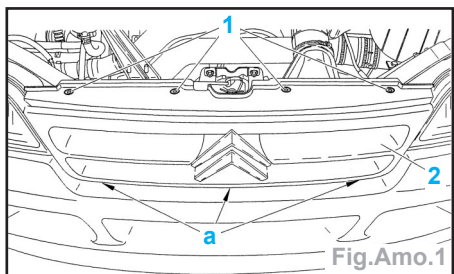

Fig.Amo.1
- Déposer les 4 vis (1) (Fig.Amo.1).